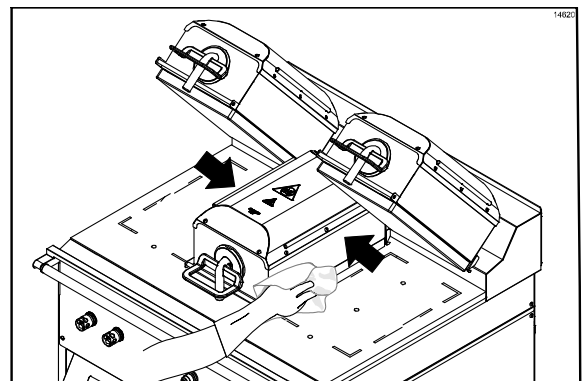

Figure 63
34. Rincer les deux côtés de la plaque du centre (Cf. Figure 63).